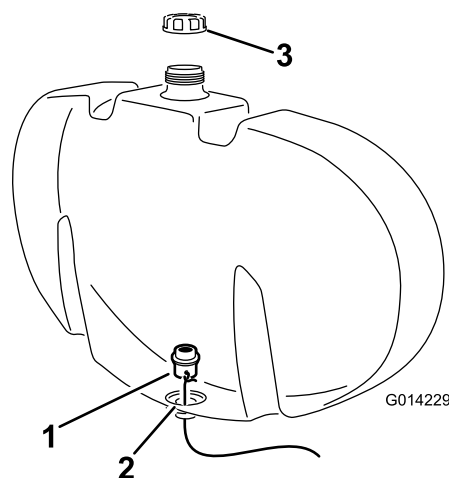

Figura 3
- E. Utilice el alambre para guiar el pasamuros hasta el orificio de la parte inferior del depósito (Figura 3).
- F. Coloque el pasamuros en su posición, asegurándose de que la junta transparente se asiente contra la pared interior del depósito de enjuague (Figura 3).